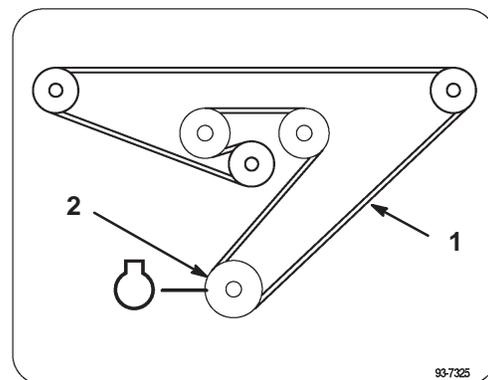

Figure 7
8. Tirez sur le galet tendeur pour détendre la courroie et installez la courroie d'entraînement du plateau sur la poulie motrice supérieure (Fig. 7).